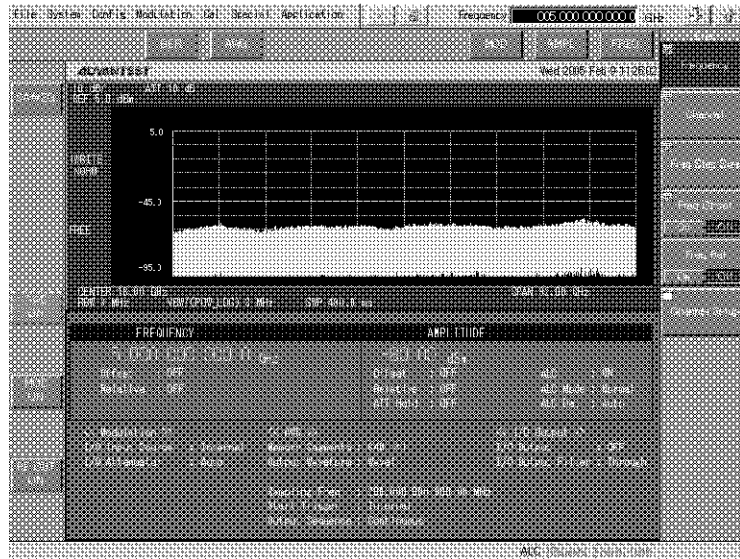

図 3-9 AWG+SG 初期設定画面
6. 本器のメニュー・バーの **[Config]** ボタンをタッチし、ドロップ・ダウン・メニューの **[AWG+SG Option]** を選択します。図 3-9 に示す画面が表示されます。
画面表示は、前回電源を切るときの設定状態により図 3-9 と異なります。